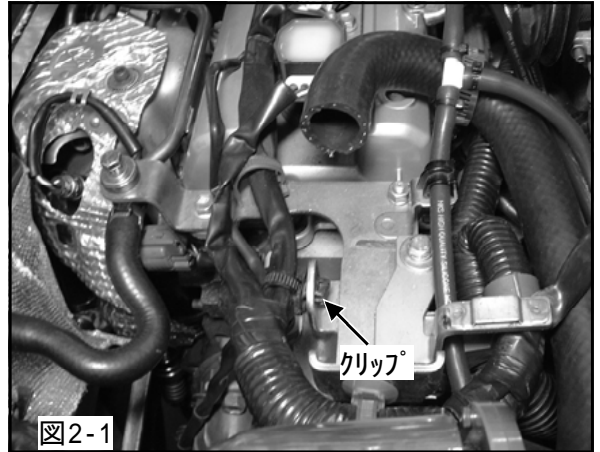

図2-1
- (1) 車両ハーネスをエンジンに固定しているクリップを取外してください。(図2-1)